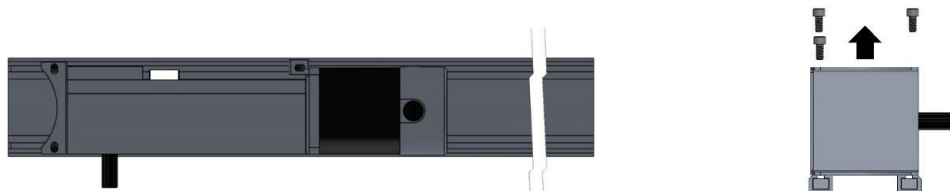

**Figure 4-5 Position de l'unité d'entête (Application de la pousser)**
- Pour les applications **POUSSER** : monter le bas de l'unité au même niveau que le bas du cadre. La figure 4-5 illustre la position de l'en-tête d'une application POUSSER avec les composants réinstallés.
- Une fois que la position du collecteur est déterminée, AVANT le montage physique, assurez-vous qu'un trou pour le passage des fils est fait sur le collecteur et qu'il correspond au trou pour les fils sur la surface. Nous recommandons un trou de 1 ou 2 pouces, mais vous devez faire preuve de discernement et respecter toutes les réglementations locales. Voir la figure 4-5 pour un exemple.
- Une fois le réducteur installé, procédez à l'installation du contrôleur en utilisant les fixations appropriées. La figure 4-5 illustre une application POUSSER avec les composants installés.